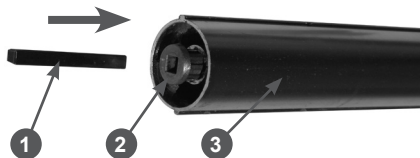

Рис. 8 Установка четырёхгранного соединительного вала
- вставьте четырёхгранный соединительный вал 1 в шлицевую втулку 2 штанги 3 (Рис. 8);